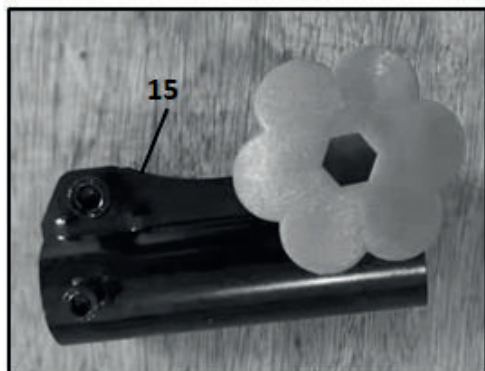

Рис.6
Рис.6а
• Установите соединительную муфту (15) на верхнюю штангу (16) и зафиксируйте винты крепления используя шестигранный ключ входящий в комплект изделия. (Рис.6,6а)
• Вставьте четырёхгранник гибкого вала в посадочное отверстие муфты (Рис.6а)
• Нажмите фиксирующую кнопку на нижней штанге (17) и удерживайте её в нажатом положении.